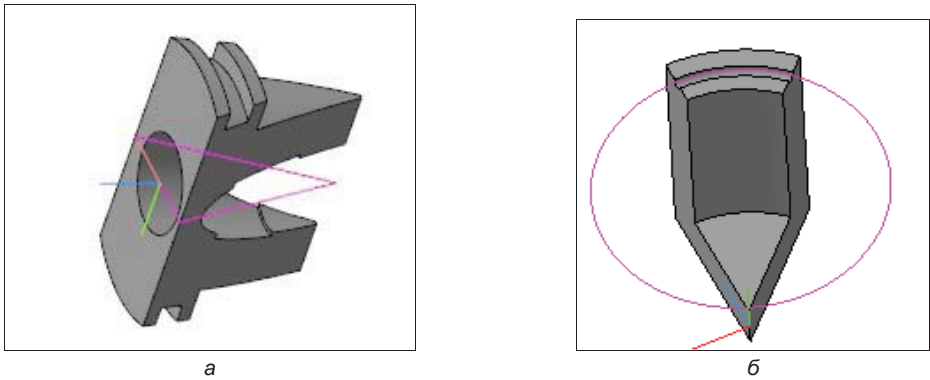

Рис. 19.43. Варианты сечения по эскизу
- ♦ нажмите кнопку **Создать объект** — система выполнит рассечение детали по эскизу (рис. 19.43, а). В Дереве модели появится новый элемент **Сечение:1**. Возможен другой вариант сечения (рис. 19.43, б).